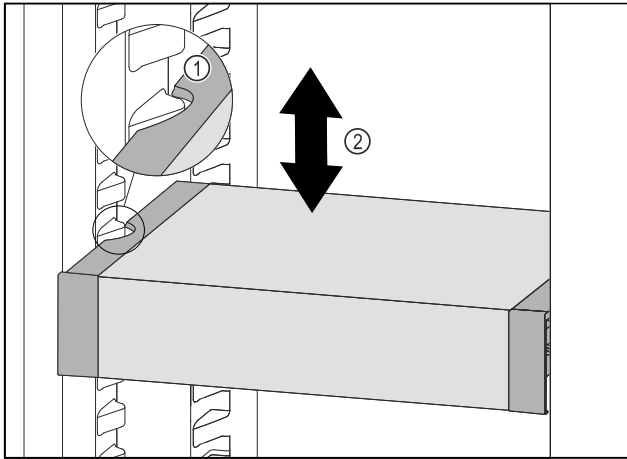

Fig. 53
- ▶ VarioSafe nach vorne ziehen, bis sich die seitlichen Aussparungen des VarioSafes auf Höhe der Behälterrippe im Kühlteil befinden. Fig. 53 (1)
- ▶ VarioSafe im Kühlteil nach oben oder unten bewegen, bis gewünschte Höhe erreicht ist. Fig. 53 (2)